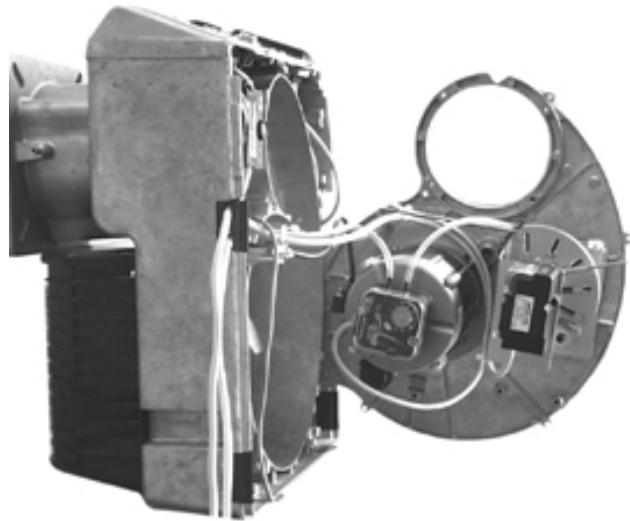

Fig. 28
- Enganchar la placa de los componentes tal como se muestra en la Fig. 28.
Reinstale el cabezal de combustión y los 4 tornillos V1 - V4 (Fig. 28).